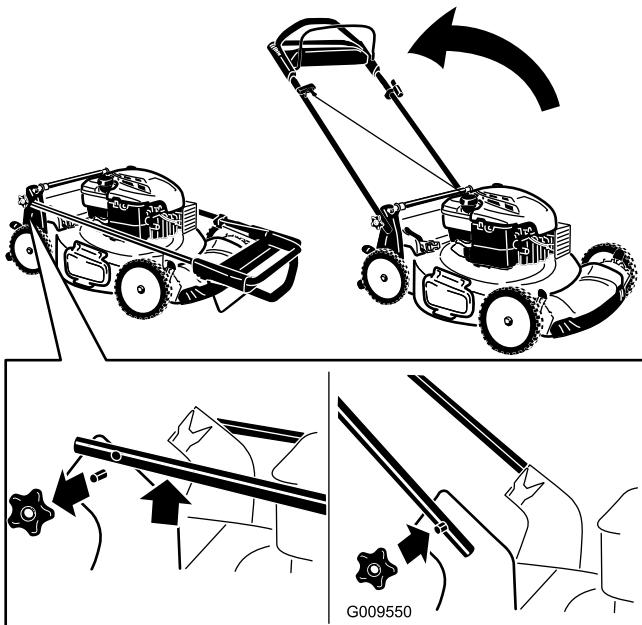

Figura 4
1. Retire los pomos del manillar de la carcasa de la máquina (Figura 4).
3. Instale y apriete los pomos del manillar que retiró en el paso 1 (Figura 4).